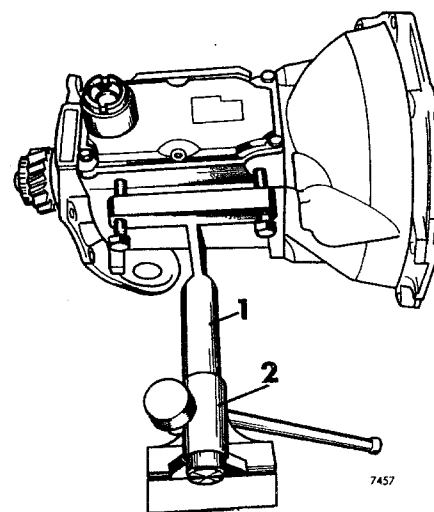

Fig 07-9. Växellåda uppsatt i fixtur
3. Spänn fast stativet i ett skruvstycke och sätt fast fixturen i stativet. Spänn fast växellådan i fixturen enligt fig 07-9.